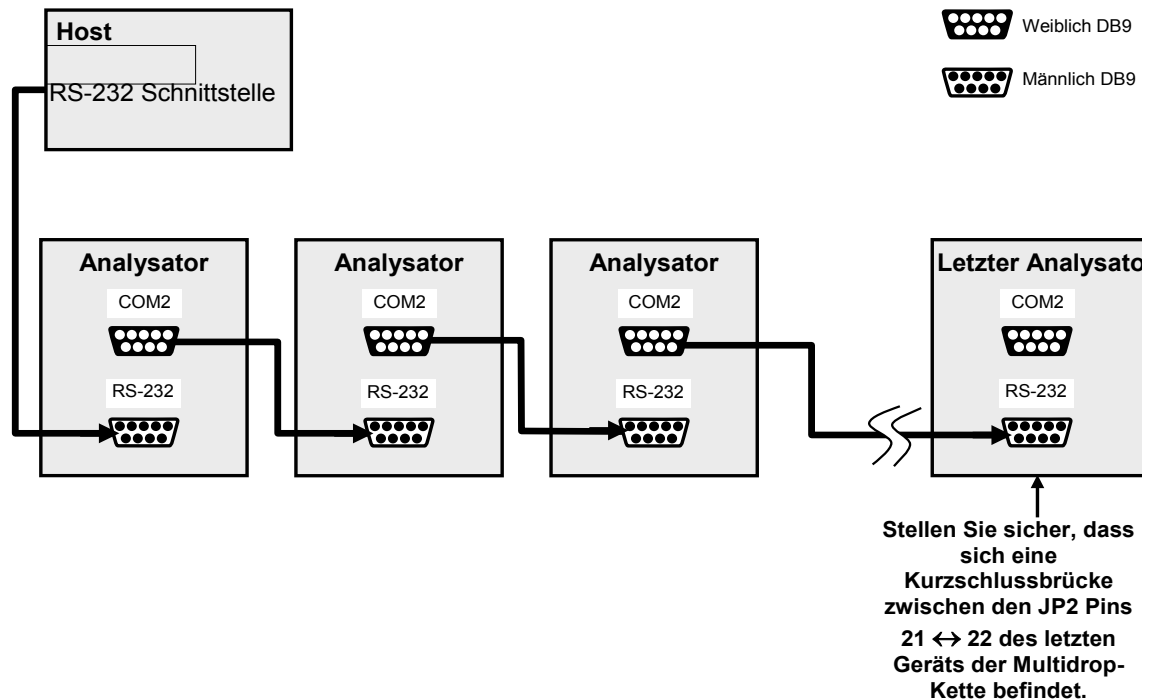

Abbildung 2-14 Option RS-232 Multidrop-Platine Verbindungsdiagramm
5. Benutzen Sie, wie in Abbildung 2-14 gezeigt, ein RS-232-Verlängerungskabel (SUB-D, 9-polig, männlich zu SUB-D, 9-polig, weiblich; gerade verbunden), um das erste Gerät mit dem Datenaufzeichnungsgerät zu verbinden. Nun verbinden Sie die COM2-Schnittstelle des ersten Analysators mit der RS-232-Schnittstelle des nächsten Analysators, usw. Sie können auf diese Weise bis zu acht Analysatoren anschließen. Beachten Sie die maximale Kabellänge bei RS-232-Verbindungen.